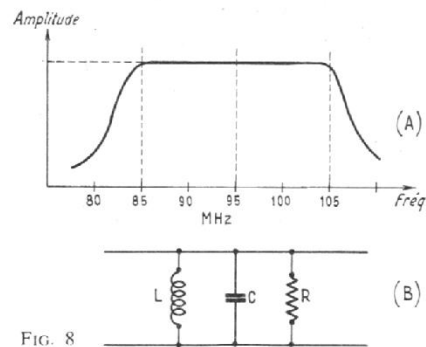

FIG. 8
La figure 8 indique, en (A) la courbe de transmission qui doit se maintenir à peu près rectiligne entre les deux limites de la bande et tomber aussi rapidement que possible au-delà des limites. En pratique, la courbe (A) est moins rectiligne que celle représentée.
On règle le générateur (modulé à 400 ou 1 000 Hz) sur une tension Ee telle que le signal de sortie permette d'obtenir une puissance de l'ordre du dixième de la puissance maximale et on applique cette tension constante à diverses fréquences de la bande des FM, c'est-à-dire à 80, 82,5, 85, 87,5, 100, 102,5, 105, 107,5, 110 MHz et on construit la courbe de réponse analogue à celle de la figure 8 A.